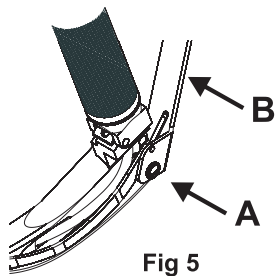

Fig 5
5. Um den Lichtleiter zu entfernen, entfernen Sie zuerst die Schraube A, um den Hebel B wie in Abb. 5 gezeigt zu entfernen. Der Hebelmechanismus erfordert möglicherweise eine Gelenkverbindung, bevor der Lichtleiter von der Klinge gelöst werden kann.